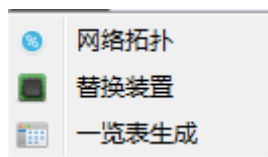

图 60 工具菜单
2) “工具”菜单，提供便利的画面编辑工具，如“替换装置”和“一览表生成”，如图60所示：